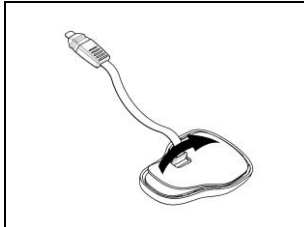

Fig. 25
- Quitar la película protectora del revés del teclado adhesivo utilizando la lengüeta correspondiente (Fig. 25).